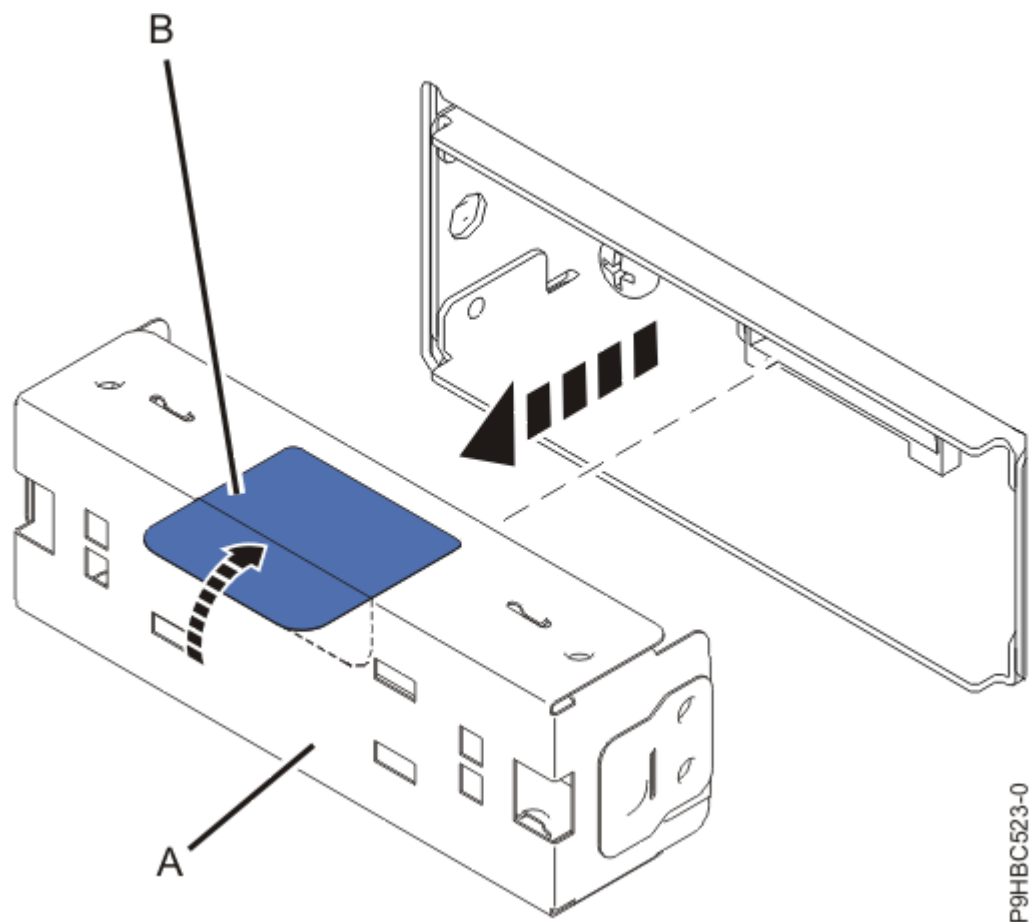

図 22. ディスプレイ・フィラーの取り外し
2. 必要に応じて、タブ **(B)** を使用してディスプレイ・フィラー **(A)** を取り外します (24 ページの図 22 を参照)。